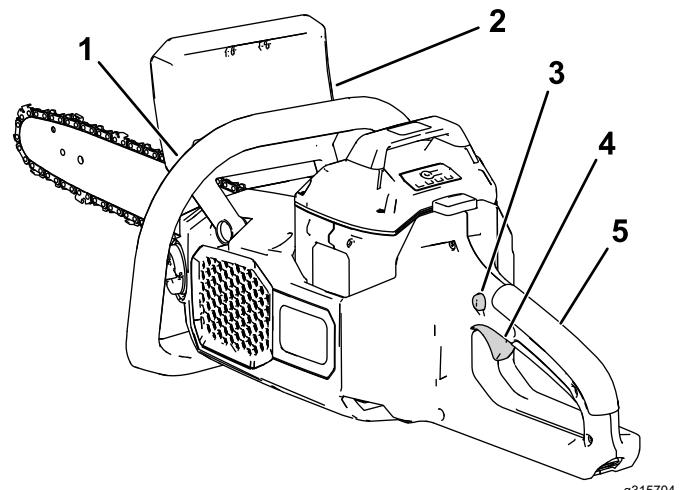

Bild 9
7. Fassen Sie mit der linken Hand den vorderen Griff und mit der rechten Hand den hinteren Griff an, drücken Sie die Abzugssperre und drücken Sie dann den Abzug (Bild 9).